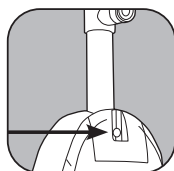

Fig. 1
2. Alignez le trou de la poignée avec le trou situé sur le dessus de l'aspirateur et insérez la vis. Assurez-vous que la vis est correctement serrée (Fig. 1).